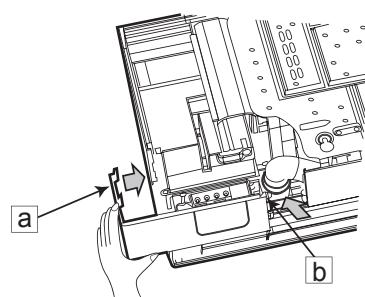

图14-1
用手将面框右下角风室下盖板①、②处的勾子沿箭头方向拉，将风室下盖板取出。（如图14-1）